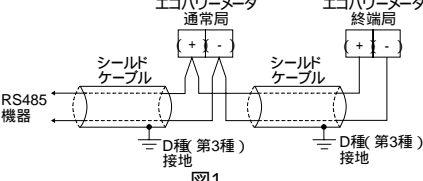

図1
- (1)エコパワーメータのRS485システムでは必ず終端局を設定してください。(図1)
(2)RS485伝送路にシールドケーブルを使用する場合は、片側接地としてください。接地は専用接地とし、D種(第3種)接地してください。(図1)